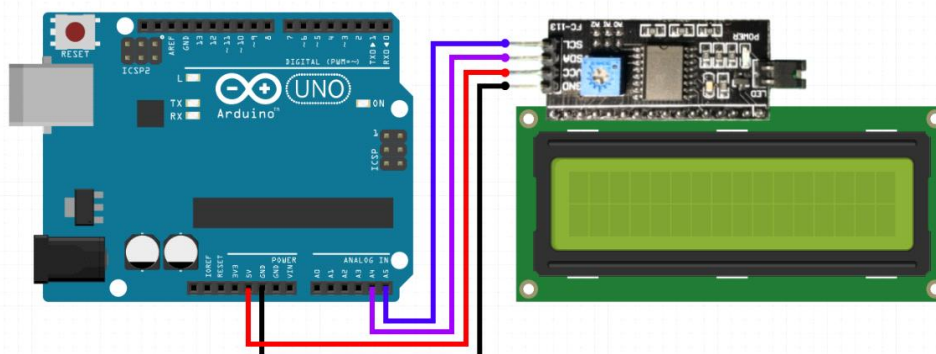

Рисунок 2.2 – Схема підключення LCD дисплея до Arduino по послідовному інтерфейсу I2C
- передача даних по послідовному інтерфейсу I2C (схема підключення рис.2.2);